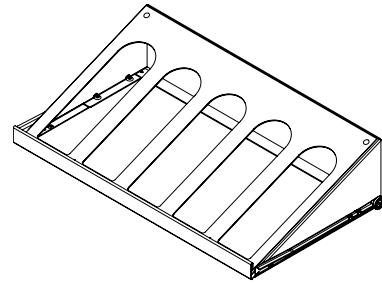

Figure 33
- (1) étagère-présentoir pour 5 bouteilles avec tapis atténuateur de vibrations (Voyez la Figure 33).